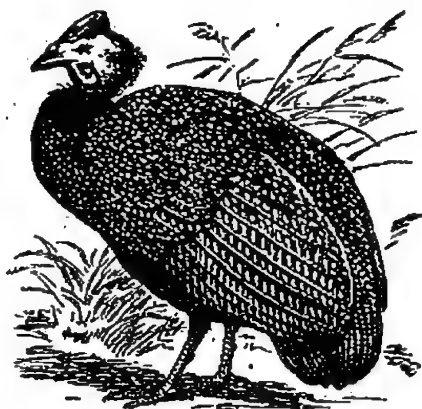

Fig. 467. — Pintade.
**8. Pintade.** — La pintade (fig. 467), autre gallinacé au corps ramassé et arrondi, est une grande pondeuse qui nous vient d'Afrique. Ses œufs sont recherchés; sa chair rappelle celle du gibier. Les jeunes sont très délicats jusqu'à la crise du rouge.